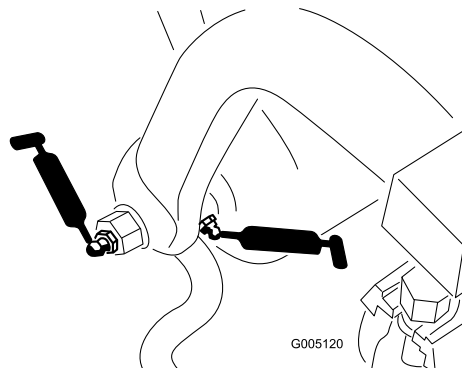

Figure 42
- Axe et rouleau de bâti de traction (12) (Figure 42)